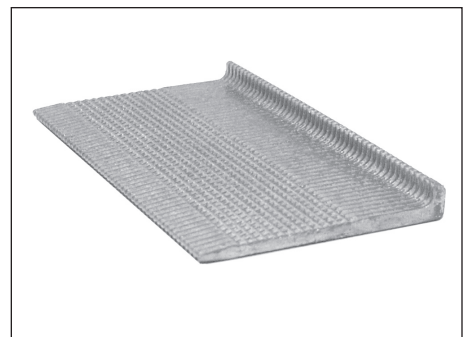

Figure 8 - Clous barbelés en L
**CLOUS BARBELÉS EN L** — Un type d'attaches utilisé pour l'attache de planchers de bois dur à rainure et languette (*Voir Figure 8*).